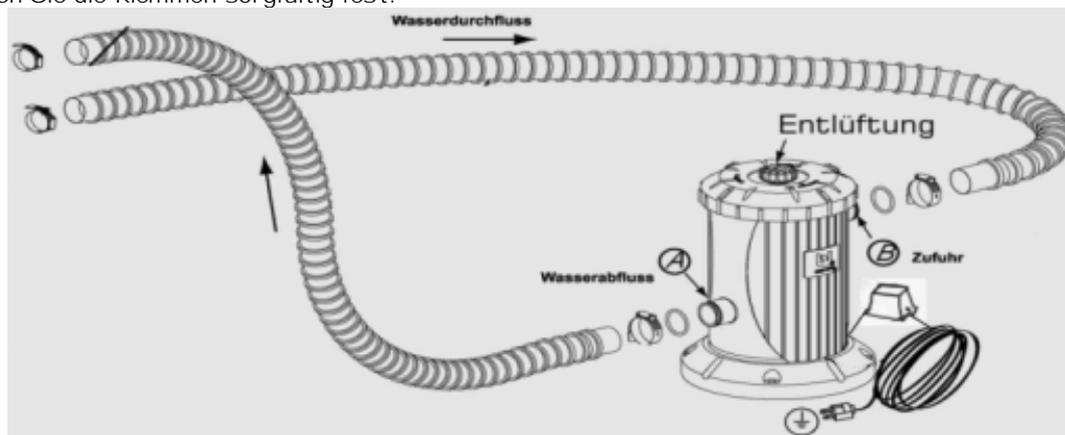

Abb. 22
3. Anschließen der Pumpe im Filterkreislauf (Abb.22)